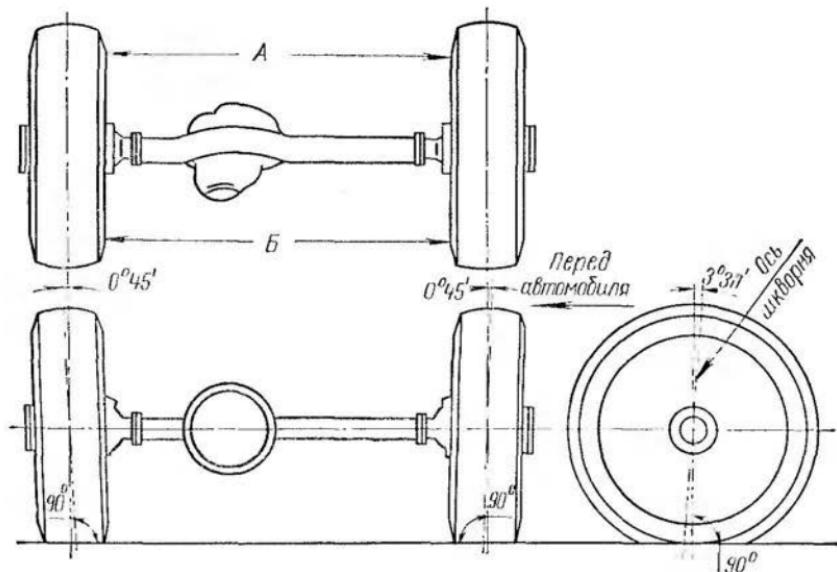

Рис. 75. Углы установки передних колес автомобиля ГАЗ-66
**Проверка установки передних колес.** Для обеспечения устойчивости движения автомобиля и устранения повышенного износа шин предусмотрена указанная в табл. 13 установка передних колес (рис. 75).
Схождение колес измеряют разностью расстояний между внутренними поверхностями шин сзади ( $B$ ) (см. рис. 75) и спереди ( $A$ ) приблизительно на уровне центров колес. Эта разность при правильной величине схождения колес должна быть равна 2—5 мм, т. е.  $B-A=2-5$  мм.